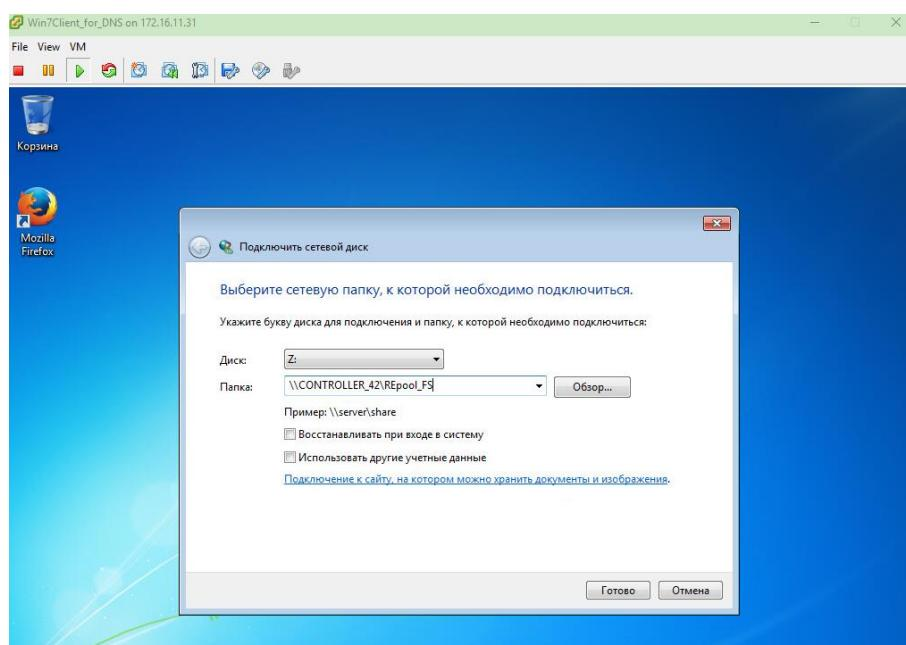

Рисунок 98 – Окно подключения сетевого диска
3. Введите необходимые данные (см. Рисунок 98).